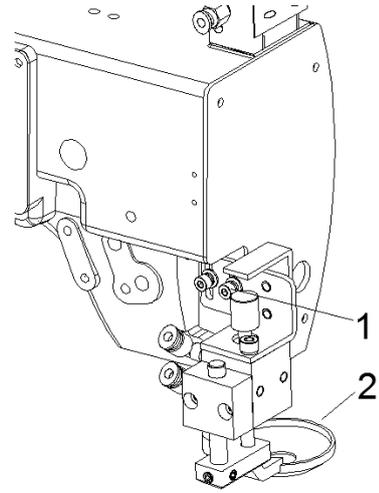

图 4-10
- (1)、点击触摸屏上压脚图标，让辅助压脚<2>处于压下状态；
- (2)、旋松螺钉<1>（2颗），调整辅助压脚<2>使其底面与针板的距离为 3mm（可根据模板与缝料的厚度适当增减），拧紧螺钉<1>。如图 4-10 所示。